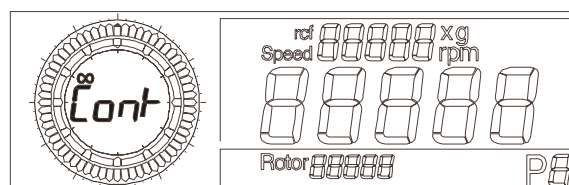

Abb. 5.11: Anzeige Dauerbetrieb
- von der Zeiteinstellung 11:59 im Uhrzeigersinn eine Einstellung weiter. Die Anzeige "cont" und das Symbol "∞" erscheint (siehe Abb. 5.11).